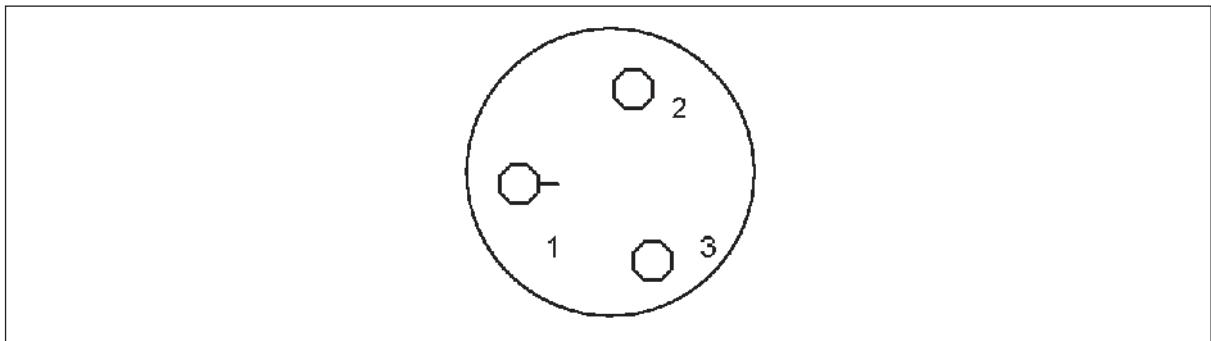

Fig. 6-5: Prise d'alarme à distance - congélateur vertical
La configuration de la prise est présentée dans (Fig. 6-5 à la page 34), comme illustré dans la vue de derrière du congélateur. A l'intérieur du congélateur, la prise est connectée aux contacts sans potentiel de 24 V, 1 A. En mode de fonctionnement normal, appareil branché au secteur, la broche 1 est connectée à la broche 2, et en mode d'alarme, sans alimentation secteur, la broche 1 est connectée à la broche 3.
4. Ceci peut être vérifié en connectant un dispositif de contrôle de continuité réglé proprement et connecté comme décrit dans le schéma de câblage de la prise d'alarme (Fig. 6-5 à la page 34).